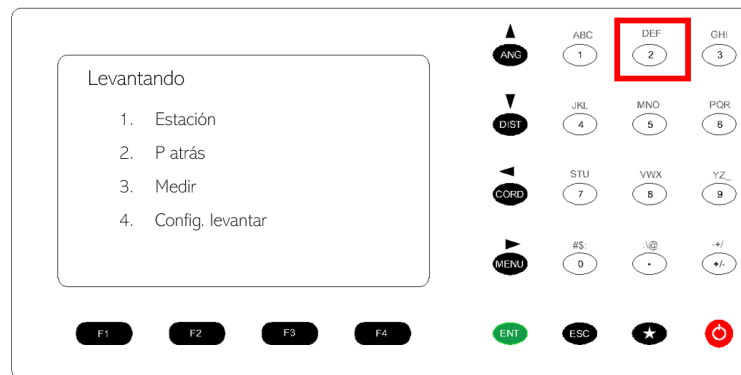

Figura 70. Orientación a un punto conocido.
23. En la nueva ventana, seleccionar la opción 2. P atrás, para poder orientar la estación con respecto a un punto conocido. Figura 70.